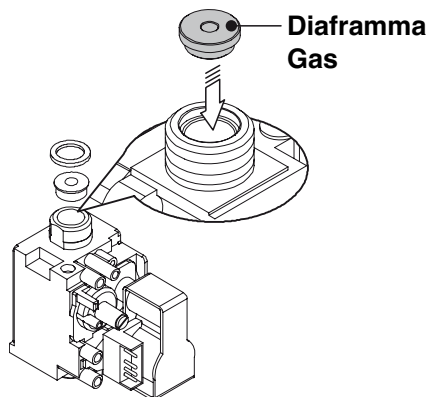

Figura 8.3
- Eseguire la trasformazione del tipo di gas sostituendo correttamente il diaframma gas Figura 8.3, facendo riferimento alla sezione "Dati tecnici" pag. 18.